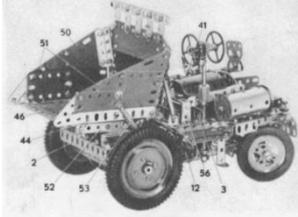

Fig. 1.
de 9 trous (3) et (4) sont boulonnés sur le dessus des pontelles (1), respectivement à 5 et 6 trous de leur extrémité arrière. (Fig. 1 et 5).